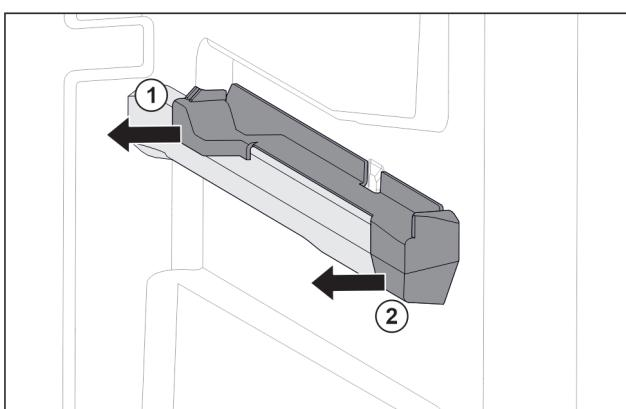

Fig. 77 Násuvný diel na pravom rebre nádoby
- Stiahnite násuvný diel vzadu do strany. Fig. 77 (1)
- Stiahnite násuvný diel vpriedu do strany. Fig. 77 (2)